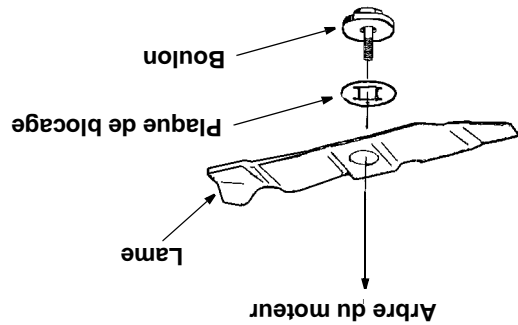

Figure 13
- Démontez la lame et le moyeu de la lame et lubrifiez l'arbre du moteur avec de l'huile légère ou de l'huile à moteur. Voir la Figure 13.
- Pour permettre le dévissage du boulon, bloquez la rotation de la lame avec un morceau de bois. À l'aide d'une clé ou d'une douille de 24 mm, dévissez le boulon de la lame, puis enlevez la lame (voir Figure 13).